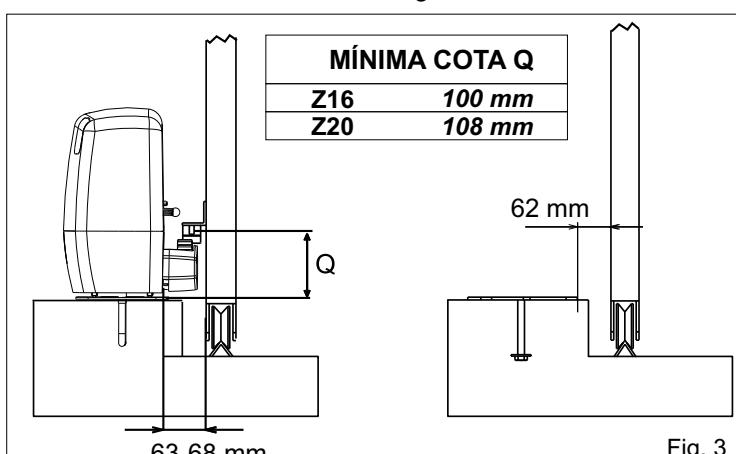
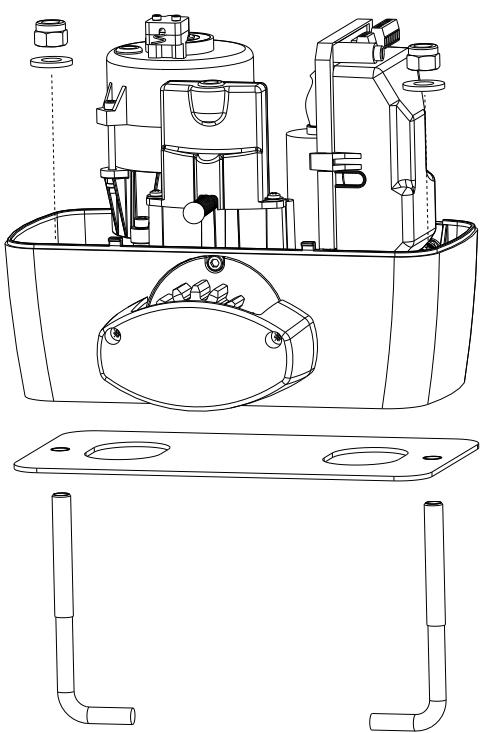

Fig. 3
Fig. 6
**2.3.** Antes de cementar la placa de anclaje asegurarse que la misma resulte perfectamente horizontal y que sea respetada la medida de 63-68 mm indicada en Fig. 3.
**4.2.** Fijar el motoreductor a la placa de fundacion mediante los dos dados en dotacion regulando la posicion lateral (Fig. 6) para respetar las medidas citadas en la figura (Fig. 3).